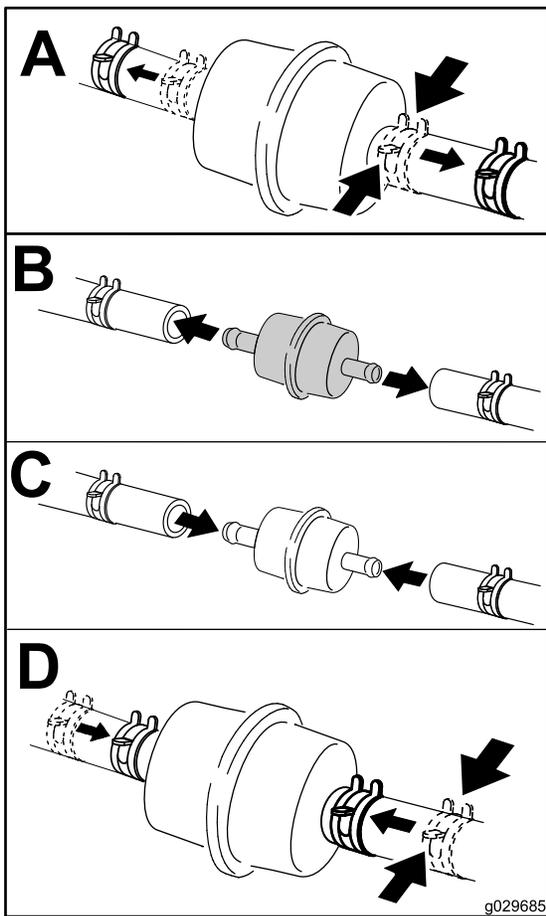

図 45
6. 燃料フィルタの下に汚れのない容器を置き、**図 45**に示すように燃料フィルタを交換する。